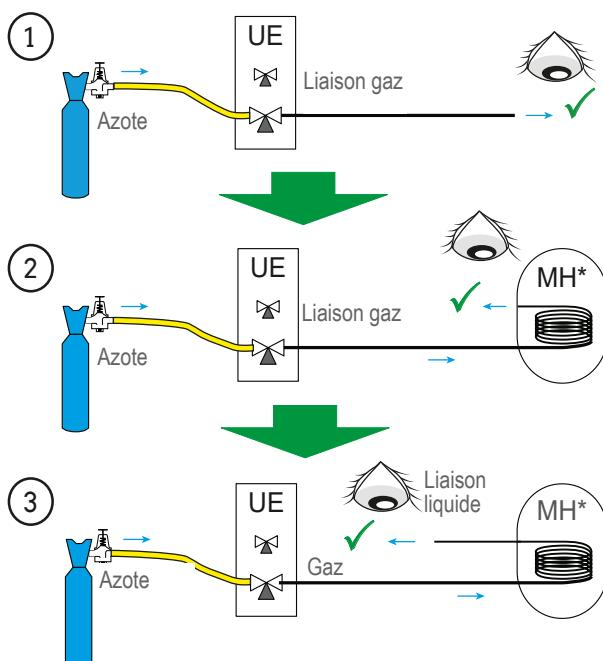

fig. 33 - Vérification des liaisons frigorifiques
- Suivant le cas, raccorder un adaptateur (réduction 1/4"- 3/8" ou 1/2"- 5/8") (voir fig. 33).